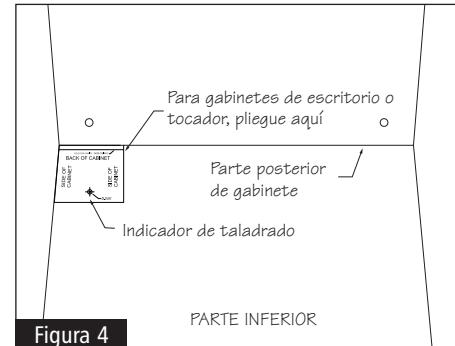

Figura 4
- 7** Corte con cuidado las dos plantillas y coloque una en las esquinas inferiores izquierda y derecha de la parte posterior del gabinete como se muestra en la Figura 4. Si está trabajando en un gabinete de escritorio o tocador, pliegue a lo largo de la línea indicada.